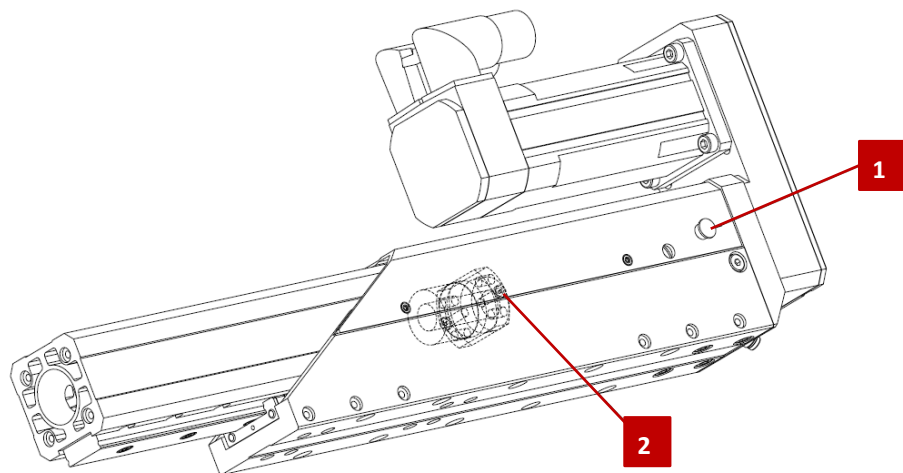

Abb. 13 Spindelausleger – Schmiernippel Spindelgetriebe
3. Blindstopfen (Abb. 13, 1) von der Spindelabdeckung entfernen.